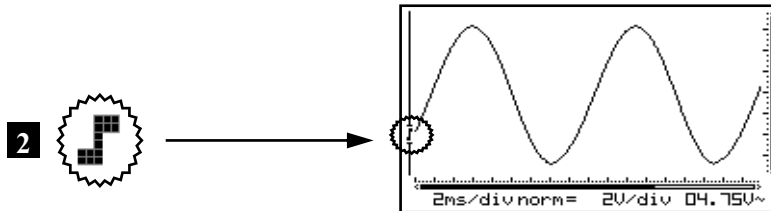

Fig 48
2. **Arranque en el flanco descendente de la señal:** la pantalla visualiza la señal solamente cuando detecta un flanco negativo, es decir, la señal tiene que cambiar de arriba hacia abajo para provocar el arranque. (Fig. 48)